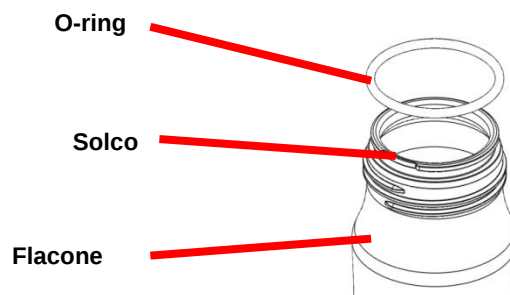

Figura 1.
- L'o-ring del flacone dell'acqua (HPG-4002) è soggetto a usura con il passare del tempo. In presenza di danni o deformazioni, rivolgersi a EndoChoice o al suo rappresentante per richiedere una sostituzione. Per rimuovere l'o-ring, estrarre la parte inserita nella scanalatura lungo il bordo del flacone (vedere la Figura 1). Ogni tentativo di estrarre l'o-ring dalla sua sede facendo leva può danneggiare l'o-ring stesso.